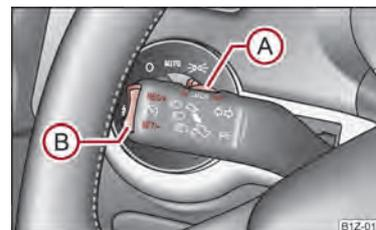

Fig. 104 Alavanca de accionamento: Tecla e botão do sistema de regulação de velocidade
O sistema de regulação de velocidade é accionado com o botão **A** ⇒ Fig. 104 e a tecla **B** situados na alavanca esquerda multifunções.
- A velocidade memorizada pode ser **aumentada** sem se accionar o pedal do acelerador, carregando-se no basculador (B) ⇒ Fig. 104 na posição **RES**
A **retomada** da velocidade memorizada é feita depois de se largar o pedal do travão ou da embraiagem, em veículos com caixa de velocidades automática só depois de se largar o pedal do travão, e depois de se carregar ligeiramente na tecla oscilante (B) ⇒ Fig. 104 na posição **RES**.
- Carregue no interruptor (A) ⇒ Fig. 104 para a direita para a posição **OFF**.